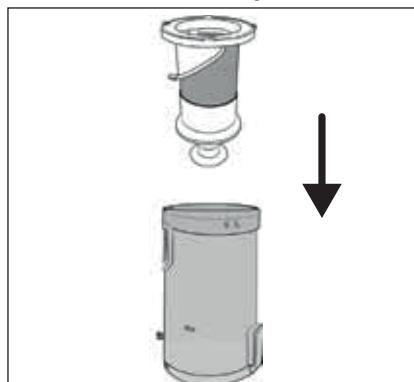

Abb. 23
- 6) Setzen Sie den Edelstahlfilter 6 in den Staubbehälter 7 ein und drücken Sie ihn ganz nach unten (siehe Abb. 23). Achten Sie dabei auf die unterschiedlich großen Arretierungen am Edelstahlfilter 6. Der Edelstahlfilter 6 kann durch diese Arretierungen nur in einer Position in den Staubbehälter 7 eingesetzt werden.